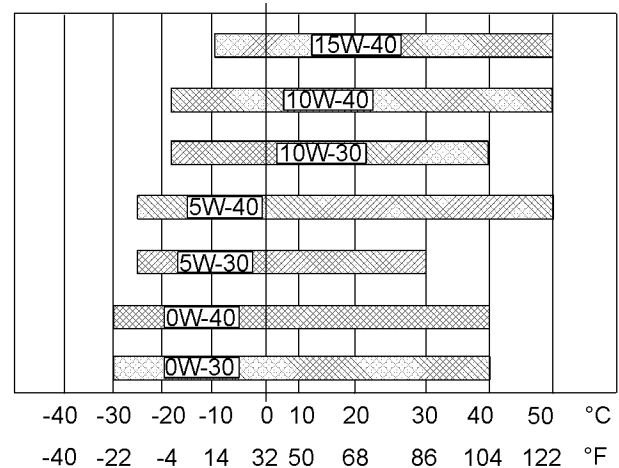

图 25 润滑剂粘度
请参阅图 25（最低温度）以确定发动机冷起动时所需要的机油粘度。
请参阅图 25（最高温度）以选择发动机在预期的最高环境温度下运行时所需要的机油粘度。
- 参见相应的“润滑剂粘度”。为找到适合您的发动机的机油粘度等级，请参阅图25。